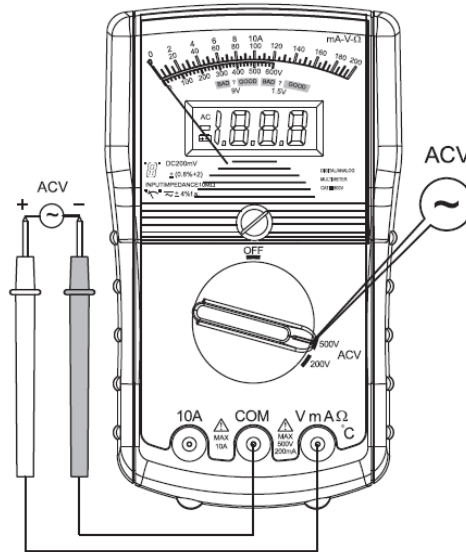

Рисунок 4
6.2. Измерение переменного напряжения (см. рисунок 4)